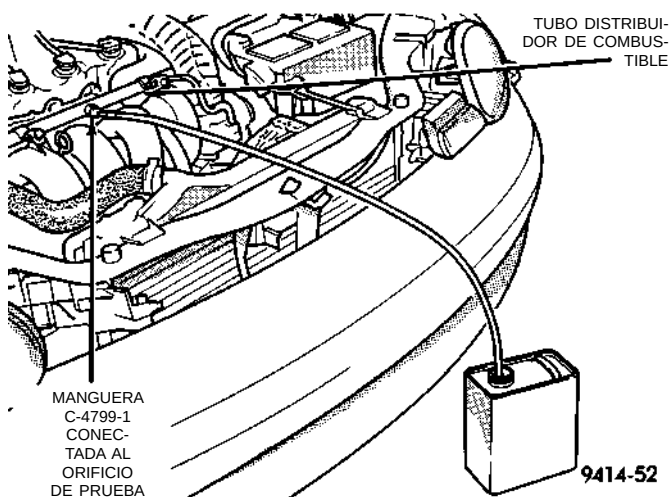

Fig. 12 Descarga de la presión de combustible
- (5) Coloque el extremo abierto de la manguera de descarga de presión de combustible, herramienta número C-4799-1, en un recipiente de gasolina aprobado. Conecte el otro extremo de la manguera al orificio de prueba de presión de combustible (Fig. 12). La presión de combustible se purgará a través de la manguera en el recipiente de gasolina. El indicador de combustible C-4799-A contiene la manguera C-4799-1.